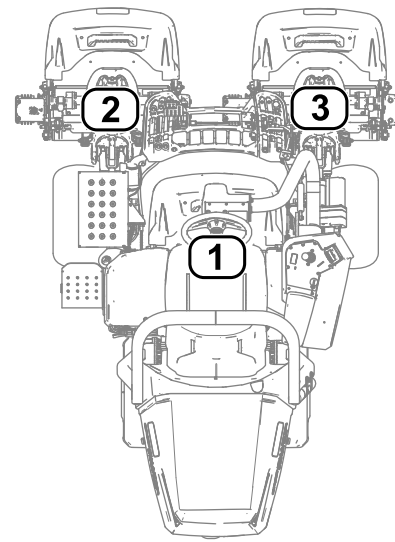

Bild 27
- **1** bezieht sich auf das mittlere Mähwerk (Bild 27)
- **2** bezieht sich auf das vordere linke Mähwerk (Bild 27)
- **3** bezieht sich auf das vordere rechte Mähwerk (Bild 27)